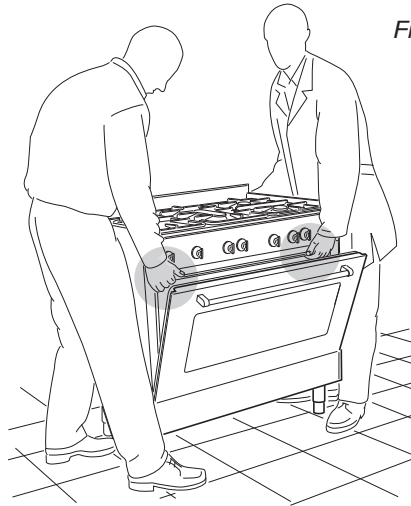

Fig. 1.6
**ADVARSEL:** Sørg for at I er to personer om at rejse komfuret til oprejst position. Dette beskytter de højdejusterbare ben mod skader (Fig. 1.6). Skub ikke komfuret på plads, da dette vil beskadige komfurets bundplade og ben!
Træk aldrig i komfuret, når det flyttes (Fig. 1.8). Sørg for at benene er løftet over gulvoverfladen (Fig. 1.6).